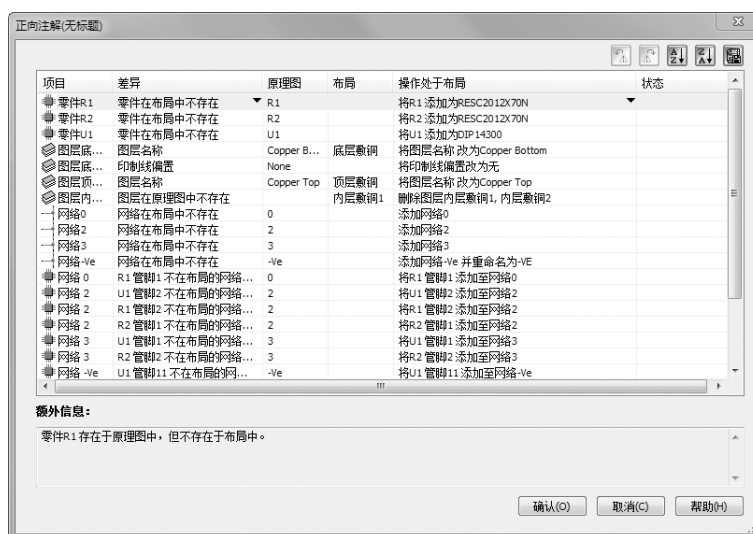

图 11-62 “正向注解”对话框
2) 单击“打开”按钮，弹出“正向注解”对话框，显示网络表信息，如图 11-62 所示。选中某项信息，在“额外信息”栏显示该项具体信息，以帮助用户理解网络表信息。